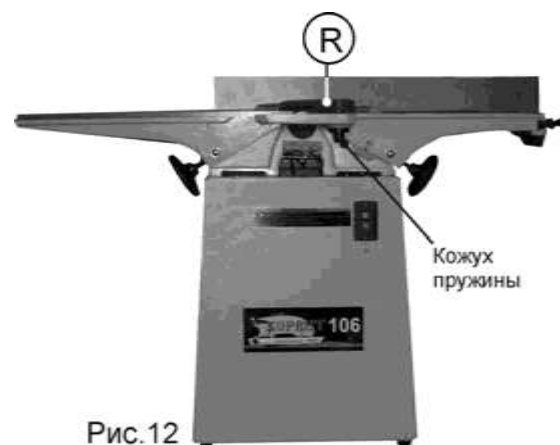

Рис.12
8.5. Установка защитной планки строгального вала (Рис. 12)